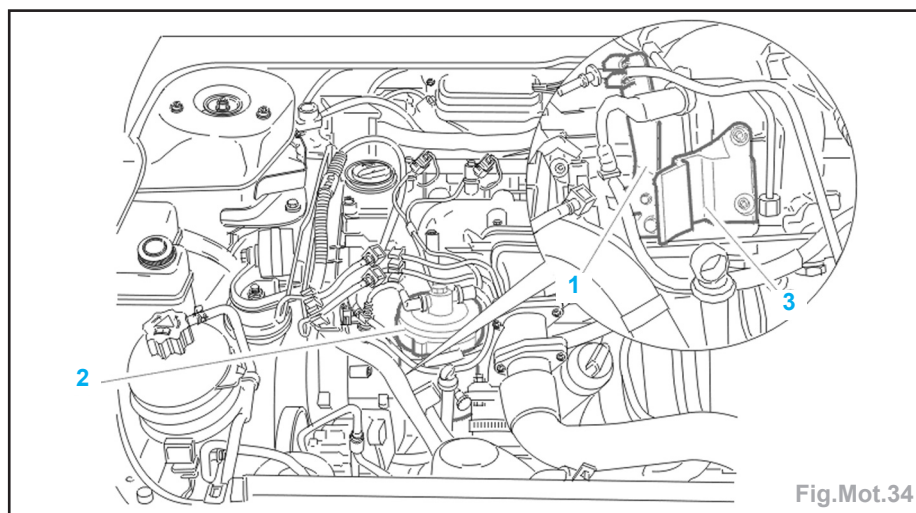

Fig.Mot.34
- Écarter le support faisceau (1) (Fig. Mot.34).
- Vidanger et écarter le bocal (2) de l'élément filtrant.